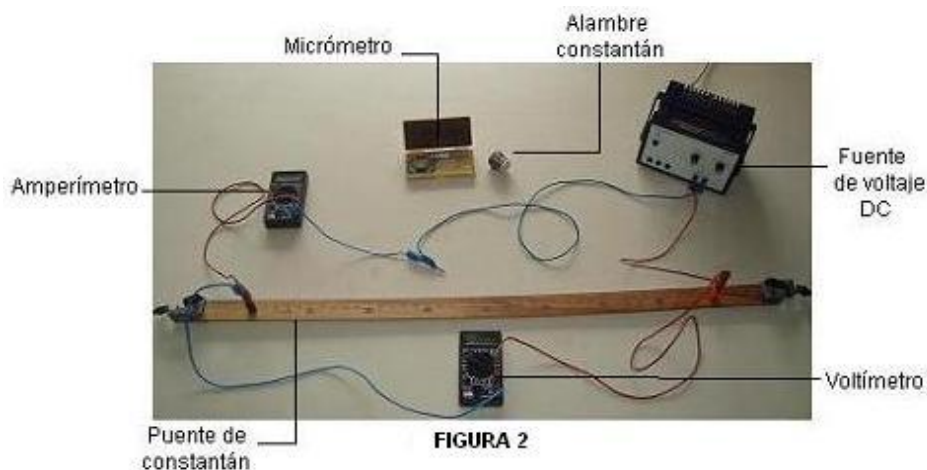

FIGURA 2
1. Haga el montaje del circuito presentado en la figura 2. (Es un circuito serie, en el cual se coloca: el puente de constantán, el amperímetro y la fuente de alimentación).